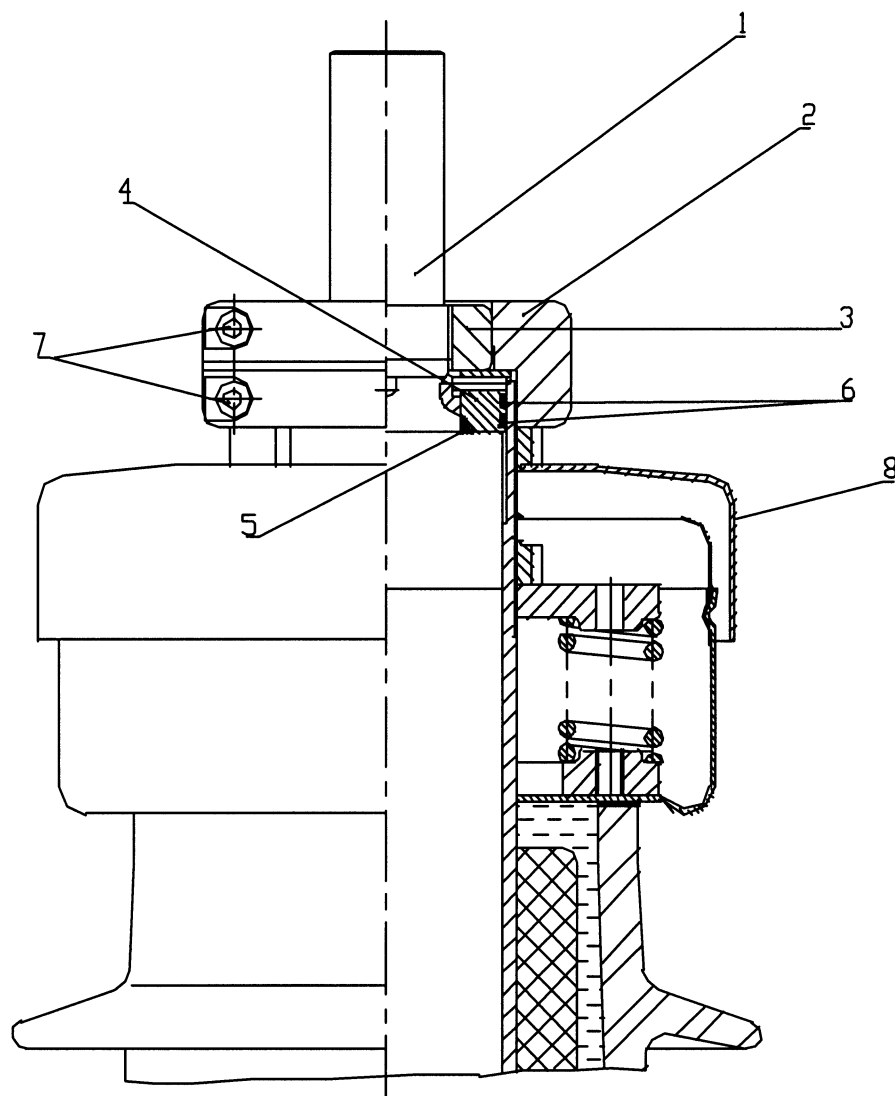

Рис. 6 Верхняя часть ввода типа BRBT-90-110-550/2000
Герметичность сборки контактной шпильки обеспечивается уплотнительными кольцами из нитрильной резины (см. рис. 6): поз. 5 - 1 шт; поз. 6 - 2 шт, которые при транспортировке одеваются на стержень контактной шпильки и устанавливаются на свои рабочие позиции при монтаже ввода после протягивания шпильки с припаянным отводом обмотки трансформатора через трубу ввода.
7.4.1. Отвернуть внешнюю гайку (поз.2, рис.6).